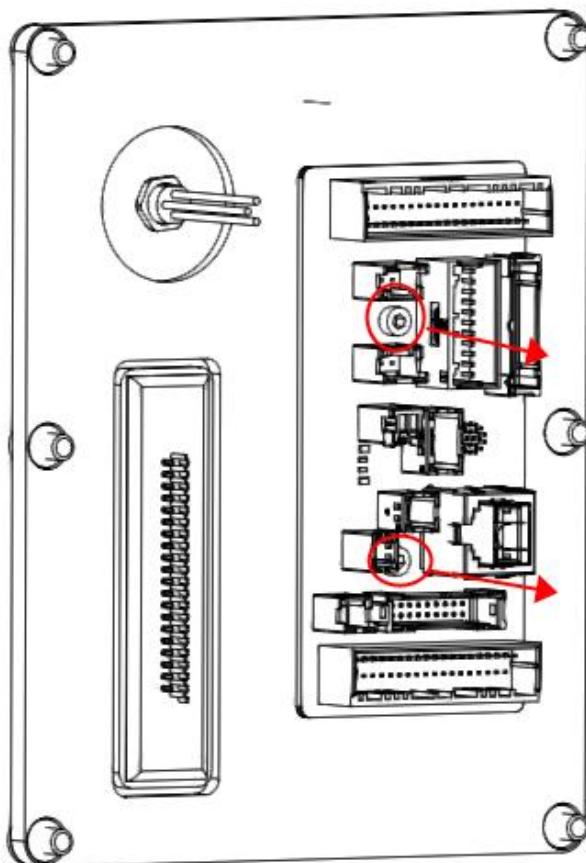

图 4-10 IO 自由分配 PCBA 拆卸示意图
**步骤4** 使用 2.5 号扳手拧松 IO 自由分配 PCBA 上的固定螺钉并取下，螺钉位置如图 4-10 所示。